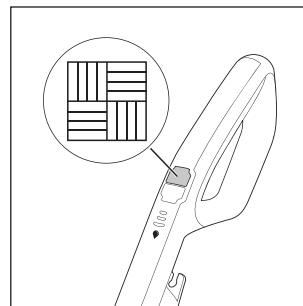

Fig. 13
- ◆ Appuyez sur l'interrupteur sol dur ⑭ ⑯ pour allumer l'appareil (voir fig. 13). La LED de l'interrupteur sol dur ⑭ ⑯ s'allume en bleu.
- ◆ Appuyez à nouveau sur l'interrupteur sol dur 14 pour éteindre l'appareil (voir fig. 13).